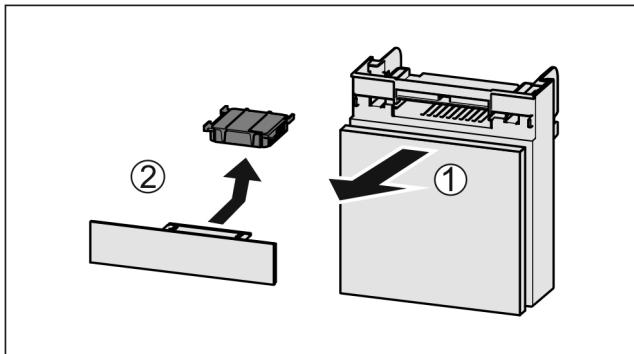

Fig. 80
- Потягніть Fig. 80 (1) відділення вперед.
- Витягнути Fig. 80 (2) фільтр з активованого вугілля.